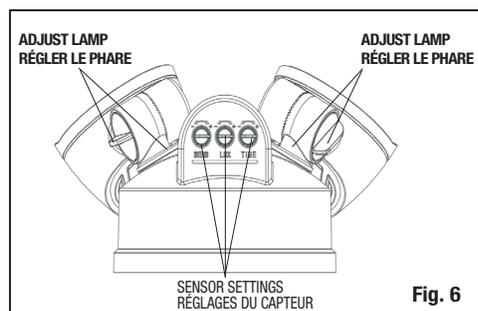

Fig. 6
8. Adjust the orientation of light heads (Fig. 6).
SENSOR SETTINGS (Fig. 6)
8. Régler l'orientation des phares (Fig. 6).
RÉGLAGES DU CAPTEUR (Fig. 6)